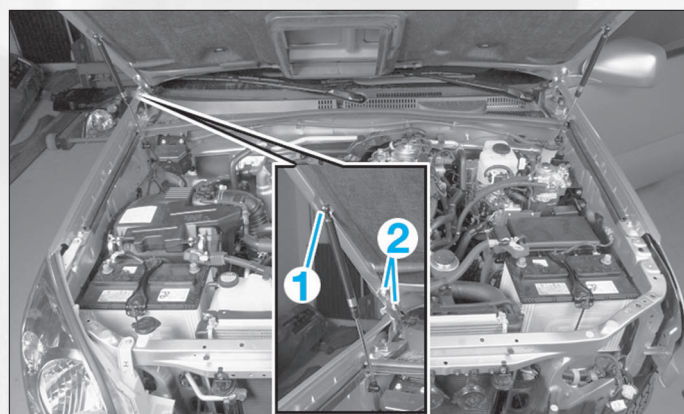

FIG. 21
- Déposer les fixations de vérins (1) (Fig.21) de chaque côté.
- Déposer les fixations (2) de chaque côté.